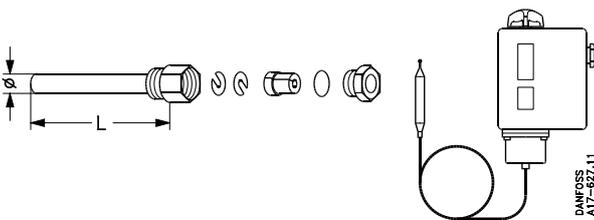

Fig. 3
De instelling vindt plaats doorverdraaiing van de hoofdspindel 44, waarbij dan gelijktijdig de hoofdschaal 9 afgelezen wordt. De differentie is instelbaar door verdraaiing van de differentie-instelmoer 19 en wordt bepaald met behulp van het diagram van fig. 3.
Erorullan asettelu lukemaan »5« fig. 3 mallissa RT 1A (til. n:o 017-5007) antaa eroksi n. 1.8 bar, kun taas sama asettelu mallissa RT 5A antaa eroksi n. 2.3 bar.
RT units can be fitted in any position. Use the mounting holes (25). With outdoor installation, the unit should be protected against rainfall. The bulb should be fixed to the wall by means of a bulb holding bracket (26). If it is desired to install the bulb in a water or brine tank, this can be done by using either a capillary stuffing box (31) or a bulb pocket (30). If bulb pocket is to be used, for correct bulb fitting see fig. 3.